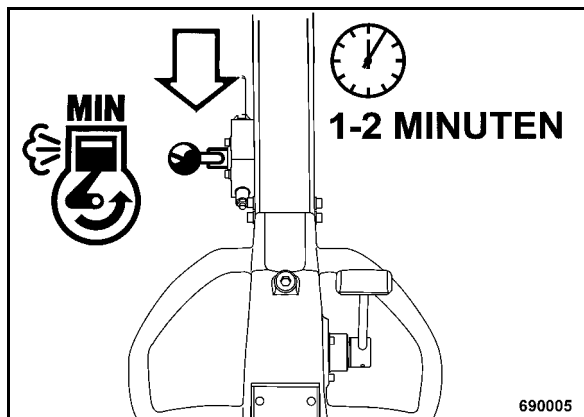

рис. 28
- Установить рычаг управления частотой вращения в положение "MIN" (рис. 28) и дать двигателю поработать непродолжительное время на холостом ходу.